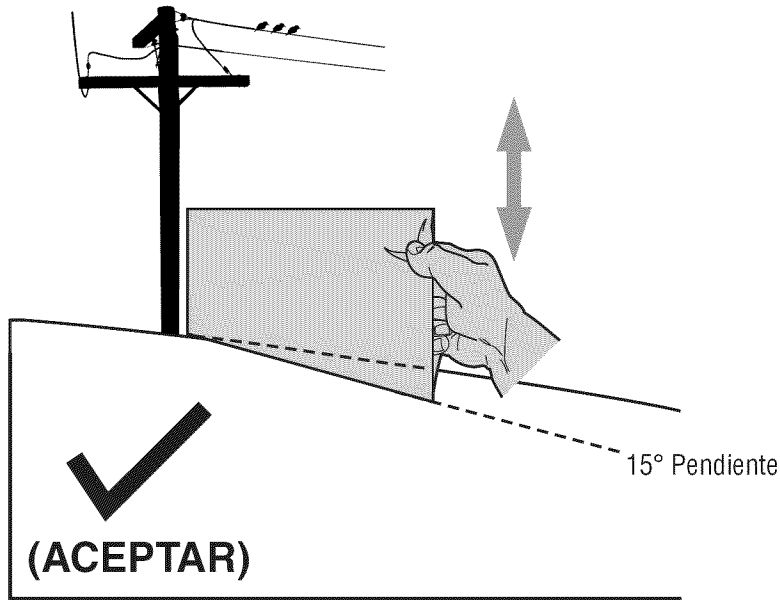
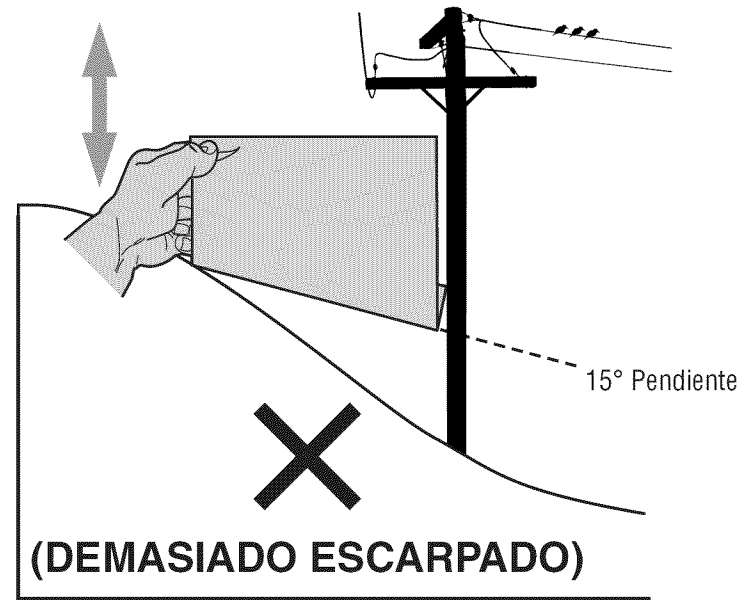

Figura 1
Figura 2
3. Alinee cada lado de pendiente de calibre con el objeto vertical (consultar Figura 1 and Figura 2).
4. Ajuste el pendiente de calibre arriba o hacia abajo hasta los toques esquina izquierda el pendiente (consultar Figura 1 and Figura 2).
5. Si hay un espacio por debajo de la pendiente de calibre, el pendiente es demasiado escarpa por operación segura (consultar Figura 2 above).
1. Localice la varilla de derivación hidrostática en la parte trasera del tractor. Vea la Figura 1.